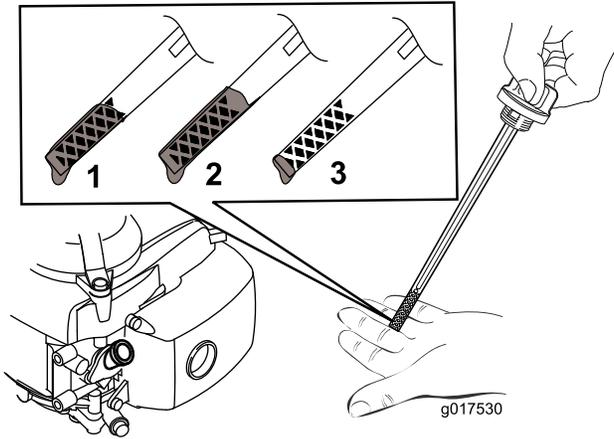

Figura 10
5. Para determinar o nível de óleo adequado na vareta, consulte a Figura 10.
- Nota:** Encha o cárter do motor com óleo até a vareta indicar que o nível de óleo do motor está correto, como indicado em Figura 10. Se encher demasiado o motor com óleo, retire o óleo em excesso, como indicado em Substituição do óleo do motor \(página 16\).